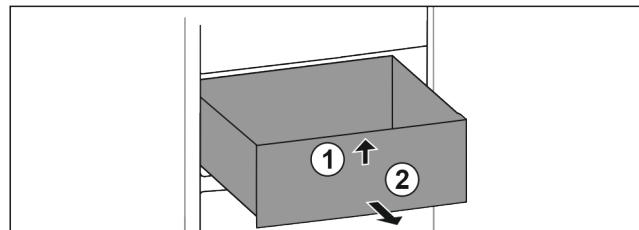

Fig. 28
- Підняти висувний ящик спереду. Fig. 28 (1)
- Вийняти висувний ящик рухом вперед. Fig. 28 (2)